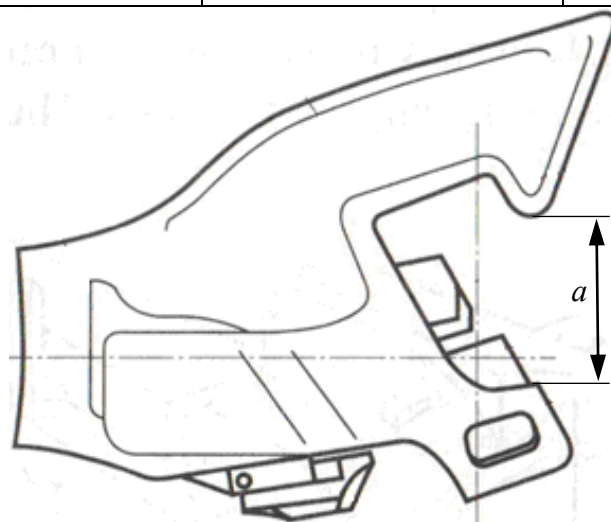

Рисунок 7.12 - Схема контролируемых параметров автосцепки
Пользуясь ниже приведенным планом, заполнить таблицу 7.1 и обозначить контролируемые параметры на схеме, представленной на рис. 7.12.
6. Используя схему автосцепки (рисунок 7.12) нанести обозначение выявленных контролируемых параметров (столбец 1 в таблице 7.1).